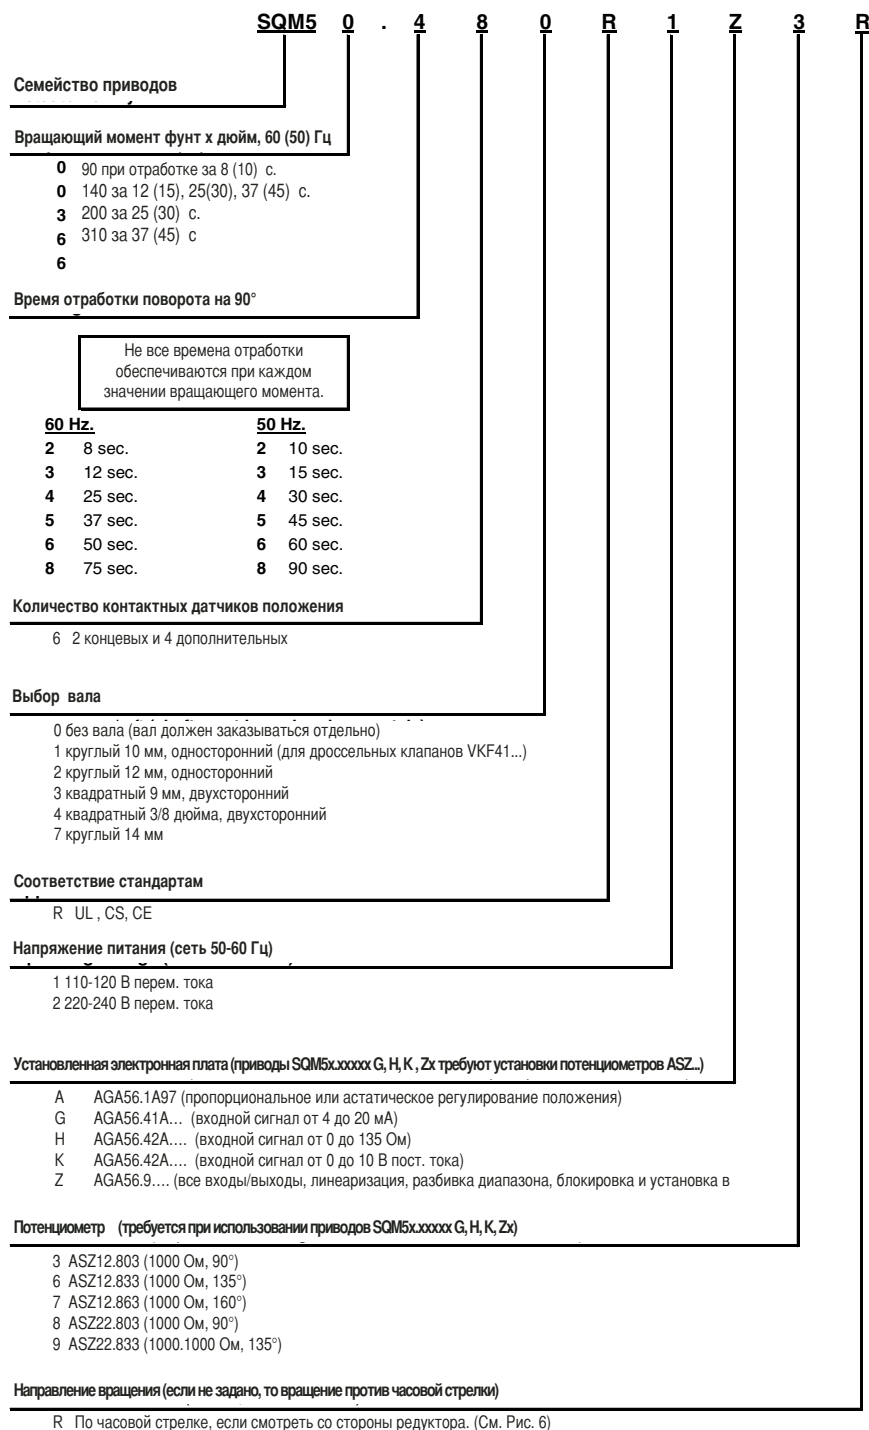

Рис. 1. SQM5... Расшифровка номеров изделий
<p>Электронные платы Плата AGA56.1A97 24-250 Vac (A) для SQM5x.xxxxxAx Плата AGA56.9A87 24 Vac (Z) для SQM5x.xxxxxZx Плата AGA56.9A17 120 Vac (Z) для SQM5x.xxxxxZx Плата AGA56.9A27 220 Vac (Z) для SQM5x.xxxxxZx Плата AGA56.41A87 24 Vac (G) для SQM5x.xxxxxGx Плата AGA56.41A17 110 Vac (G) для SQM5x.xxxxxGx Плата AGA56.41A27 220 Vac (G) для SQM5x.xxxxxGx Плата AGA56.42A17 110 Vac (H) для SQM5x.xxxxxHx Плата AGA56.42A27 220 Vac (H) для SQM5x.xxxxxHx Плата AGA56.42A87 24 Vac (H) для SQM5x.xxxxxHx Плата AGA56.43A17 110 Vac (K) для SQM5x.xxxxxKx Плата AGA56.43A27 220 Vac (K) для SQM5x.xxxxxKx Плата AGA56.43A87 24 Vac (K) для SQM5x.xxxxxKx См. Рис. 1 –Расшифровка номеров изделий</p> <p>Монтажные скобы и адаптеры AGA57.3 – для замены адаптеров Honeywell MOD III, IV AGA57.4 – для замены адаптеров Honeywell M640/740/940 и Barber Colman EA20/40/50/60. Подходит к дроссельным клапанам Eclipse. ASK33.9 – монтажный комплект для прямого соединения с дроссельным клапаном Siemens VKF41.... (Требуется вал AGA58.1)</p>	<p>Валы AGA58.1 - 10 мм, круглый со шпонкой. Одностор. AGA58.2 - 12 мм, круглый со шпонкой. Одностор.. AGA58.3 9 мм, квадратный. Двухсторонний. AGA58.4 3/8 дюйма, квадратный. Двухсторонний. AGA58.7 14 мм круглый со шпонкой. Одностор. Точные размеры можно найти в разделе РАЗМЕРЫ</p> <p>Валы Комплект кривошип. мех-ма 338 031. Включает 2 кривошипа для соединения вала AGA58.4 с 1/2-дюймовым валом заслонки, с двумя шаровыми шарнирами (толкатель не входит в комплект) 338 041 – толкатель заслонки 5/16", 12" длиной 338 042 - толкатель заслонки 5/16", 15" длиной. 338 043 - толкатель заслонки 5/16", 18" длиной. 338 044 - толкатель заслонки 5/16", 24" длиной. 338 045 - толкатель заслонки 5/16", 36" длиной. 338 046 - толкатель заслонки 5/16", 48" длиной. Потенциометры ASZ12.803 1000D, 90° ASZ12.833 1000D, 135° ASZ22.803 1000/1000D сдвоенный потенциометр, 90° ASZ22.833 1000/1000D сдвоенный потенциометр 135° Поставляются также потенциометры других типов. См. Siemens: перечень технических данных 7921.</p>